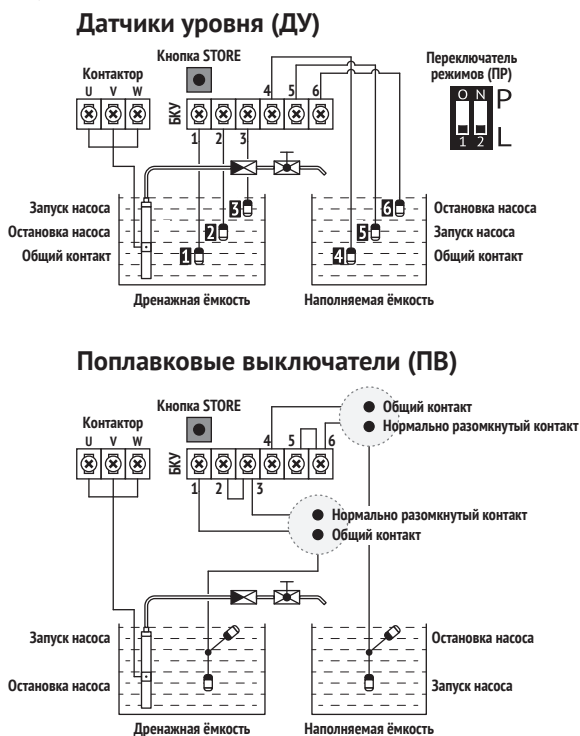

Рис. 6
- Подключите ДУ или ПВ к контактам БКУ, установите их в наполняемой и дренажной ёмкостях согласно схемам на рис. 6 (ПВ и дополнительные ДУ не входят в комплект поставки и приобретаются отдельно).
- Установите рычажки ПР в положение, показанное на рис. 6.
- Подключите ДУ или ПВ (в комплект не входят) к контактам 1, 2 и 3 БКУ и установите их в дренажной ёмкости согласно схемам на рис. 6.